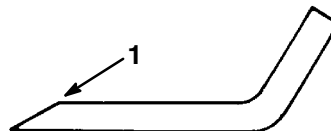

Figure 24
1. Au moyen d'une lime, aiguissez les arêtes de coupe aux deux extrémités de la lame (Fig. 24) en veillant à conserver l'angle de coupe d'origine. Limez la même quantité de métal sur chacune des deux arêtes pour ne pas déséquilibrer la lame.